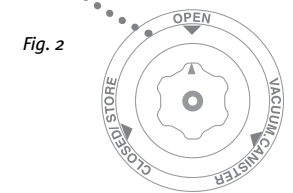

Fig. 2
4. Veillez à ce que le bouton du couvercle soit réglé à «OPEN» (fig. 2).